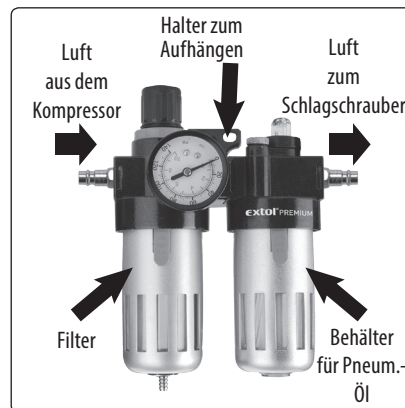

Abb. 8, Beschreibung der Aufbereitungsanlage Extol® 8865105
- 2. Schließen Sie an den Eingang der Aufbereitungsanlage über einen Schlauch die Luft aus dem Kompressor an. Schließen Sie an den Ausgang der Aufbereitungsanlage einen Luftschlauch an und diesen an den Lufteingang des Schlagschraubers, siehe Abb. 8.**